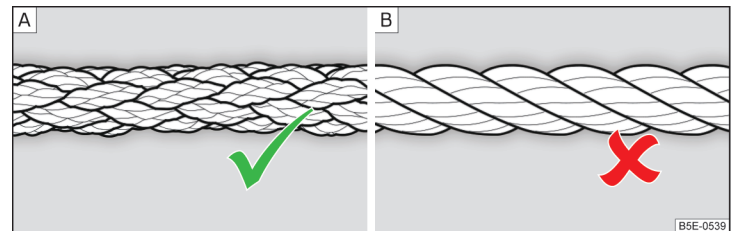

Abb. 173 Geflochtenes Abschleppseil / Gewundenes Abschleppseil
Zum Abschleppen mittels eines Abschleppseils nur ein geflochtenes Kunstfaserseil » Abb. 173 - A verwenden » I.
- Zum Abschleppen ist kein gewundenes Abschleppseil zu verwenden » Abb. 173 - B, die Abschleppöse könnte sich am Fahrzeug herausdrehen - es besteht Unfallgefahr.